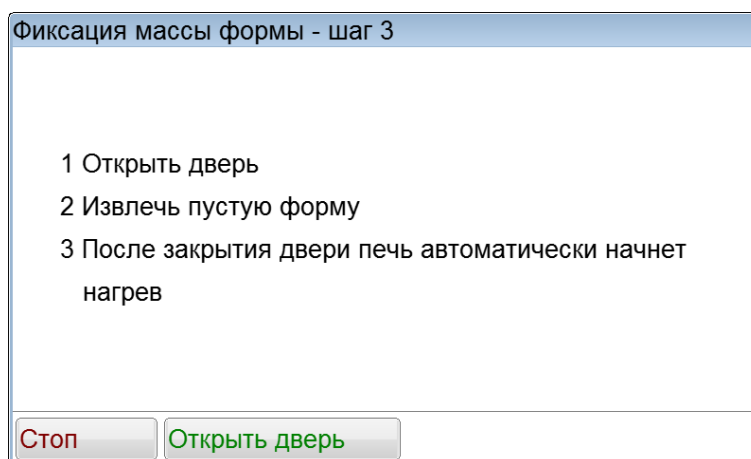

Рисунок 24 – Извлечение пустой формы из печи
4.7.6 На дисплее отобразится сообщение (см. рисунок 24). Извлечь пустую форму и закрыть камеру печи. Через несколько секунд печь автоматически перейдет к следующему шагу испытания.